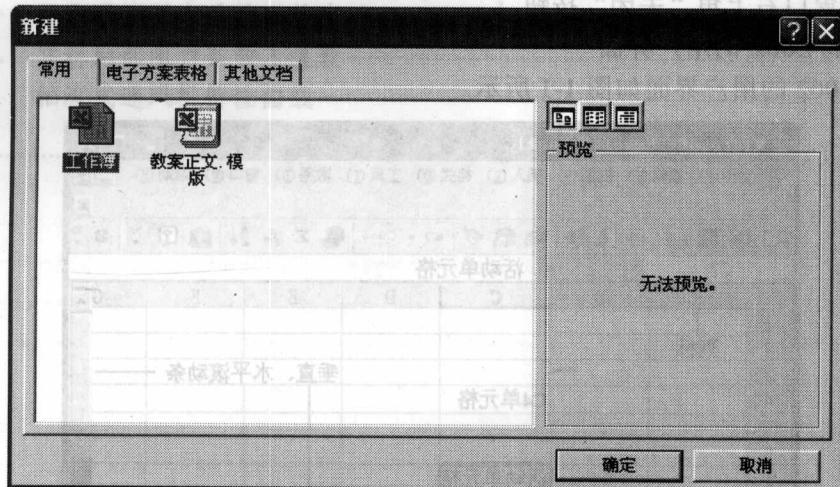

图 1-2 新建工作簿对话框
(2) 点击“文件|新建”，弹出“新建”对话框，按需要确定选项，如图 1-2 所示；